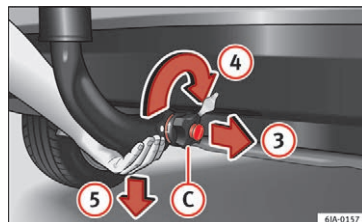

Fig. 200 Frigørelse af kuglehovedstang
- Hold fast i kuglehovedstangen nedefra » Fig. 200, og tag håndhjulet **C** ud i pilens retning med den anden hånd **3**.